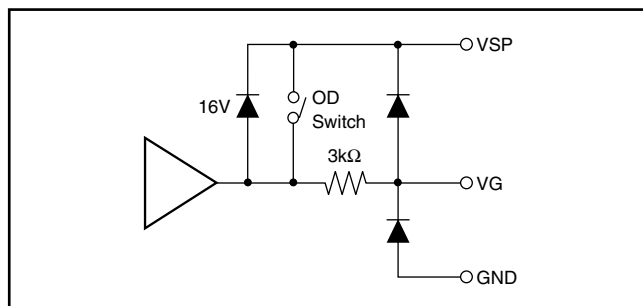

図 38. ゲート駆動およびディセーブル・スイッチの等価回路
ゲート駆動 (VG) は、正電源レール付近から、正電源電圧 (V_{VSP}) から16V下までの範囲で駆動できます。現在のMOSFETのほとんどは、最大20Vの V_{GS} で使用できます。大きなドレイン・ゲート容量によってゲートにMOSFETの定格以上のパルスが印加される可能性がある場合にのみ、保護クランプが必要となります。ODピンを“High”にすると、ゲート・ドライバがディセーブルになり、VSPピンからVGピンの間に内部の $3k\Omega$ 抵抗を接続するスイッチが閉じます。この抵抗により、外部FETのゲートが放電され、チャンネルが閉じられます。図38を参照してください。